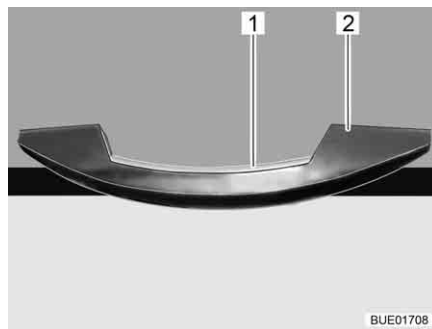

Bild 50 Griff mit Entriegelungsleiste (Beispiel)
- Entriegelungsleiste (Bild 50,1) drücken und gedrückt halten.
- Am Griff (Bild 50,2) ziehen, bis die Möbelklappe offen ist.